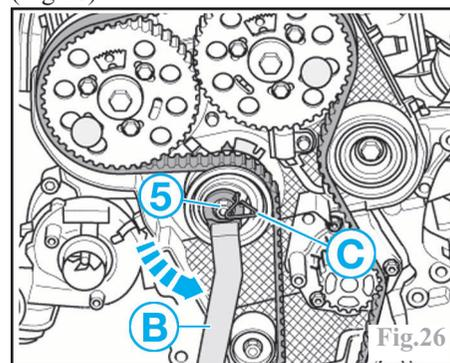

Fig.26
À l'aide de la clé à ergots (B) Audi (ref : T10020), tourner l'excentrique du galet-tendeur dans le sens inverse de celui des aiguilles d'une montre jusqu'à ce qu'il soit possible de bloquer le galet-tendeur au moyen de la pige (C) Audi (ref : T10115) (Fig.26).
- le galet tendeur soit bloqué à l'aide de la pigne appropriée (**C**) (Fig.26).
Retirer la pigne (**C**) (Fig.26).